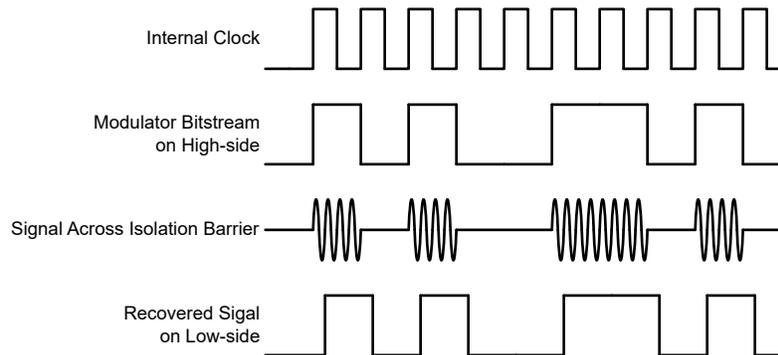

图 7-3. 基于 OOK 的调制方案
如图 7-3 中所示，AMC0386 使用开关键控 (OOK) 调制方案跨过基于  $\text{SiO}_2$  的隔离栅传输调制器输出位流。发送驱动器 (TX) 如 功能方框图 中所示。TX 跨过隔离栅发送一个内部生成的高频载波来表示数字一。而 TX 不发送信号则表示数字零。AMC0386 内使用的载波标称频率为 480MHz。